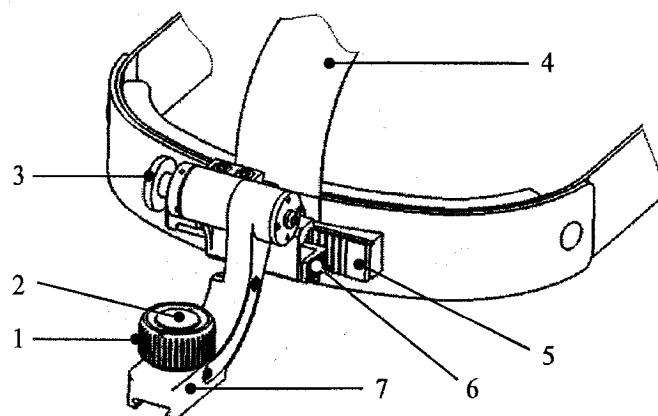

Рис. 5. 1 — фиксатор; 2 — кнопка; 3 — кнопка; 4 — ремешок;
Шлем с подвеской предназначен для крепления монокуляра на голове оператора. Общий вид шлема с подвеской представлен на рис. 5.
— удерживая нажатой кнопку 6 (рис. 5), установить кронштейн 7 на направляющей 5 в правое или левое положение;
5.1.10 Окончательную регулировку положения монокуляра относительно глаза провести ночью или в темном помещении с открытым объективом: включить монокуляр и, регулируя длину ремешка 4 (рис. 5) шлема и перемещая кронштейн 7 с монокуляром по направляющей 5, добиться видения полного, без срезания краев, поля зрения.
5.1.14 Ослабить фиксатор 1 (рис. 5), затем, удерживая нажатой кнопку 2, снять монокуляр с подвески.